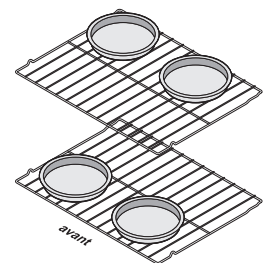

Figure 13 : Espacement des plats
- Lorsque vous cuisinez avec deux grilles de four, positionnez l'ustensile de cuisson comme illustré à la Figure 13. Laissez un espace d'au moins 5 cm (2 po) entre les ustensiles de cuisson pour permettre à l'air de bien circuler.